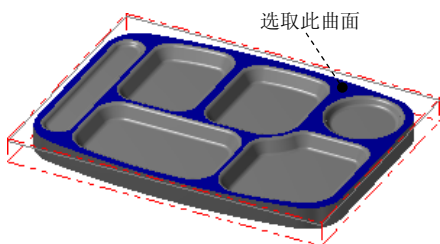
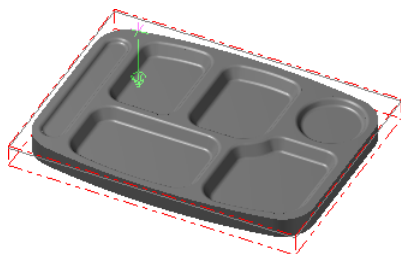
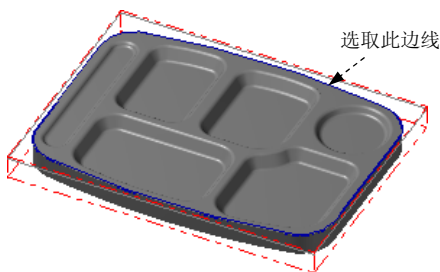
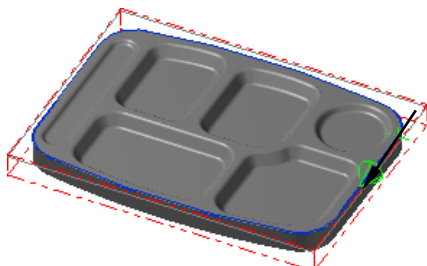

图 1.12 定义附着面
图 1.13 定义边界位置
图 1.14 选取区域
图 1.15 定义区域
Step2. 定义边界的附着面和边界位置。选取图 1.12 所示的曲面为边界的附着面，此时在所选取的曲面上出现图 1.13 所示的箭头。移动鼠标，将箭头移动到图 1.14 所示的位置单击鼠标左键，此时系统自动生成创建的边界预览。单击 按钮完成指定边界的创建。
Step4. 设置加工区域。在图形区中选取图 1.14 所示的边线，系统自动选取图 1.15 所示的边链，方向箭头如图 1.15 所示（若方向不同可单击“串连选项”对话框中的  按钮调整）。单击  按钮，完成加工区域的设置，同时系统弹出“2D 刀具路径-外形铣削”对话框。